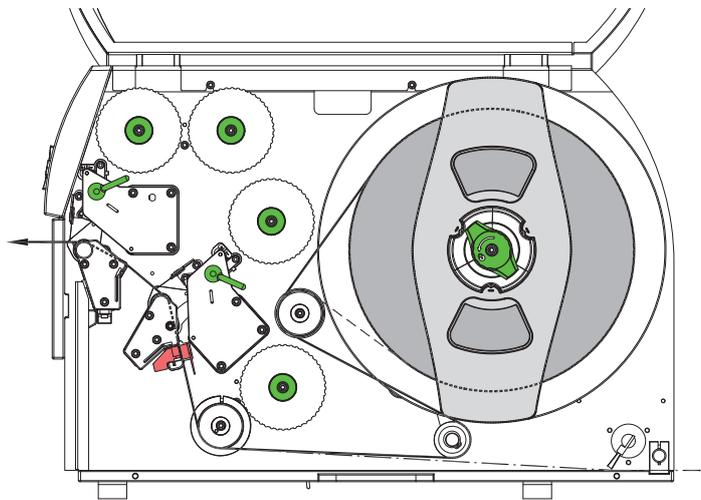

Bild 10 Etikettenlauf
1. Etikettenstreifen von ca. 1 m Länge von der Rolle abwickeln und gemäß Bild 10 zur Druckmechanik führen. Die gestrichelte Linie gilt für innengewickelte Etiketten.